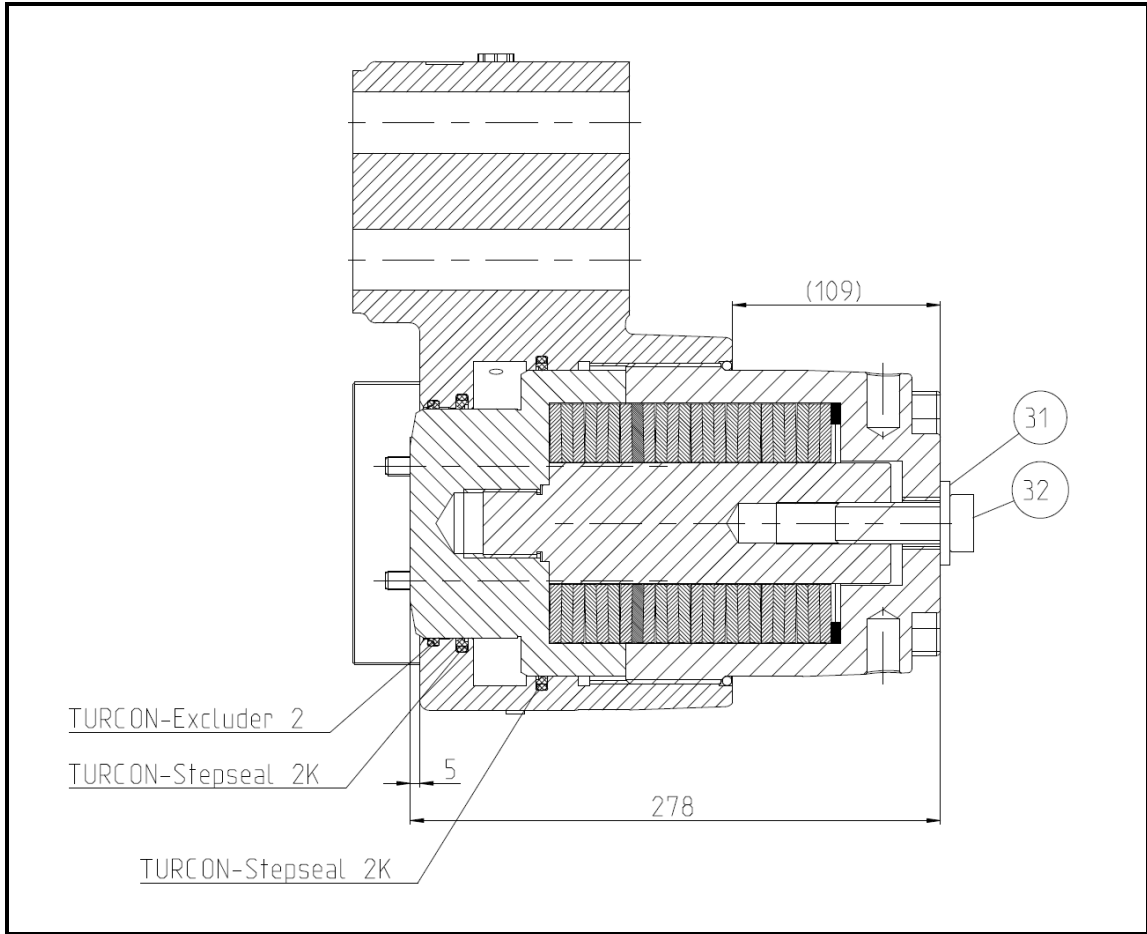
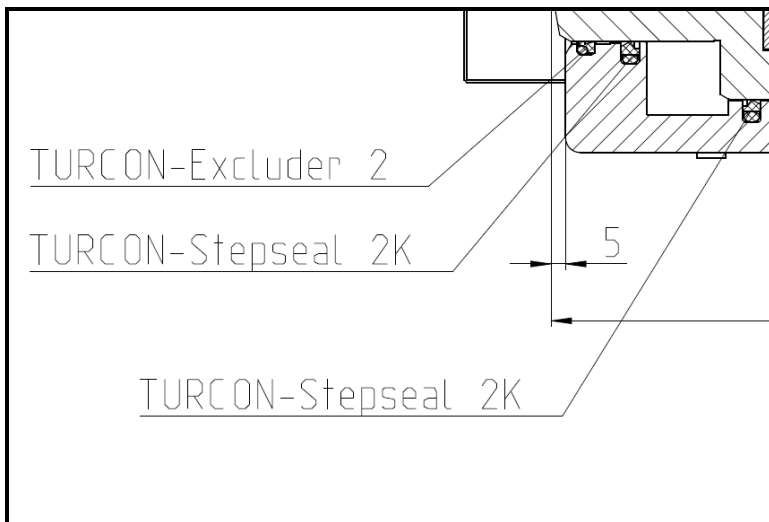

Bild. 11.2
Bild. 11.3
- Entfernen Sie den Turcon-Excluder 2 Pos. 5, anschließend den Turcon-Stepseal 2K Pos. 4 und Pos. 28 Turcon-Stepseal 2K RSK301600-T46N aus dem Bremsgehäuse Pos. 2. Setzen Sie die neue Dichtung in das Bremsgehäuse ein. Achten Sie hier auf die richtige Einbaulage der Dichtung siehe Bild 11.3. Der Einbau sollte nur mit der Hand erfolgen, damit die Dichtkante nicht beschädigt wird. Für den leichteren Einbau kann die Dichtung in eine Nierenform gebogen und in die Nut gelegt werden. Ölen Sie die Dichtung leicht ein. Drücken Sie den Kolben mit einer Presse oder treiben Sie ihn durch Schläge mit einem Kunststoffhammer zentrisch in die Zylinderbohrung bis zum Anschlag ein. Anschließend montieren Sie wieder Tellerfedern, Passscheiben und Federaufnahme. Bei der Montage beachten Sie das Maß 5 und 278 nach Bild 11.2. Danach geben Sie Hydraulikdruck auf den Bremsattel und sichern die geöffnete Stellung mit der Sicherungsschraube Pos. 32.